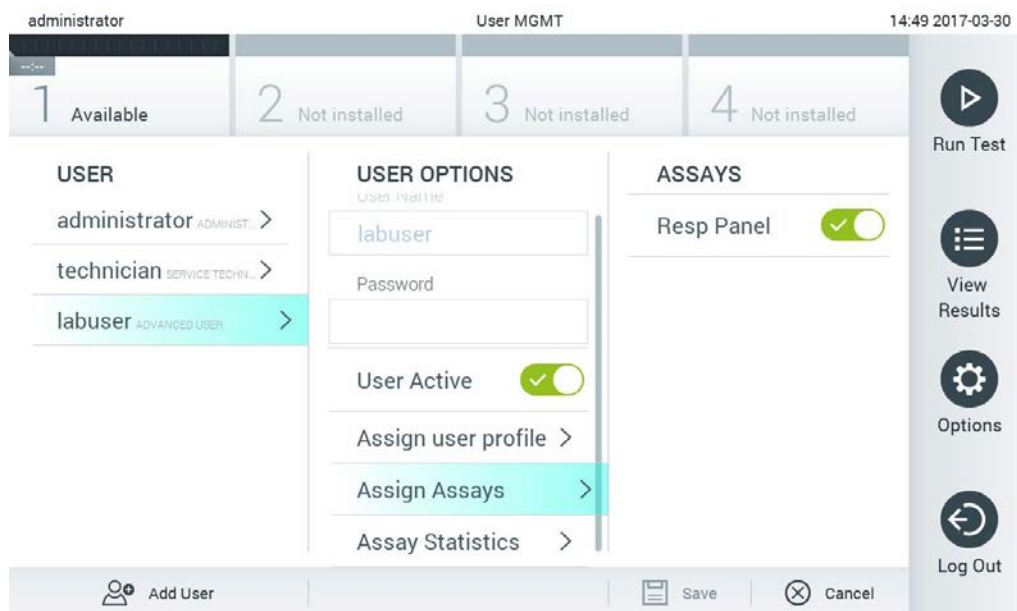

Figura 55. Alocarea testelor utilizatorilor.
- **Assign Assays** (Alocare teste): Permite definirea testelor din baza de date a testelor, pe care utilizatorul are dreptul să le ruleze. Selectați testele din lista din dreapta zonei de conținut (Figura 55).